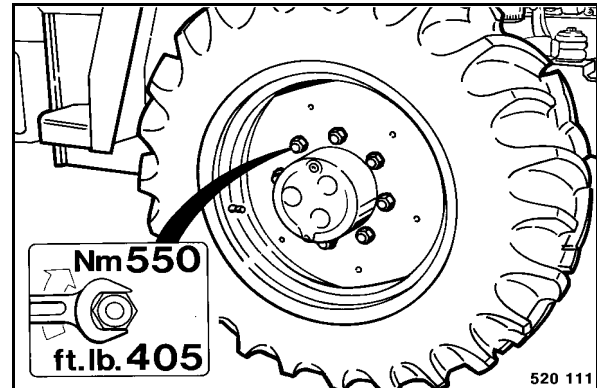

fig. 169
- Resserrer en croix les écrous de roues (fig. 169).